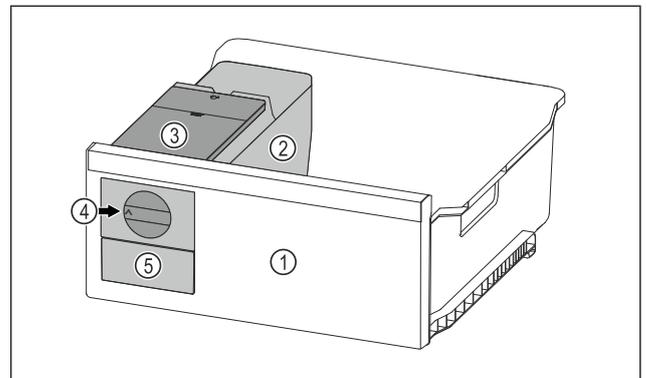

Fig. 120 Beispielhafte Darstellung
► Drehknopf Fig. 120 (4) im Uhrzeigersinn bis zum Anschlag drehen.
▷ Eiswürfel fallen aus der Eiswürfelschale in das Eiswürfelschubfach Fig. 120 (5).